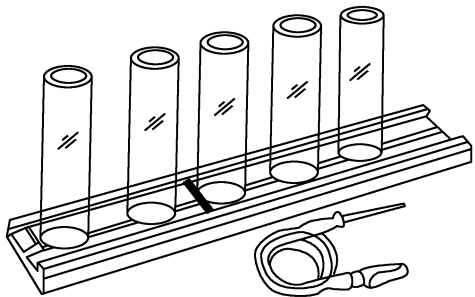

图 1-5-67 喷射量检测设备 V. A. G 1602
(1) 将要检测的喷油器插入喷射量检测设备 V. A. G 1602 的一个量杯内, 如图 1-5-67 所示。